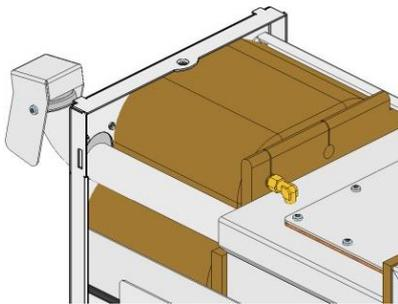
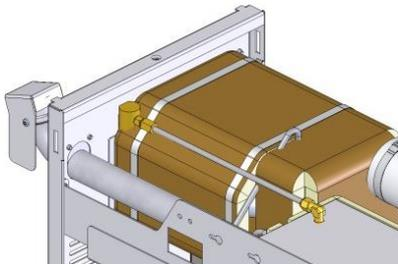

Fig. 6: Fixer l'isolation sur 200T2
Fig. 7: Fixer l'isolation sur 250T3
10. Fixer l'isolation conformément à Fig. 6 resp. Fig. 7 .